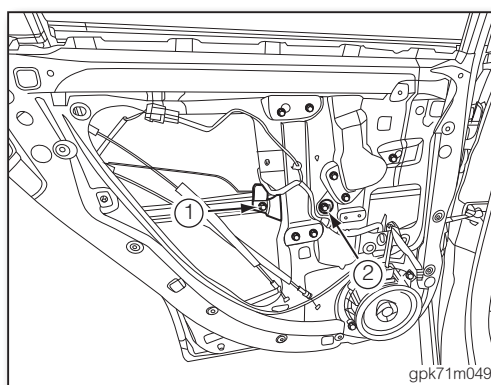

图 7
12. 以手或其它适当工具固定后车门玻璃上缘, 并拆下后车门玻璃固定螺栓①、② (如图 7)。